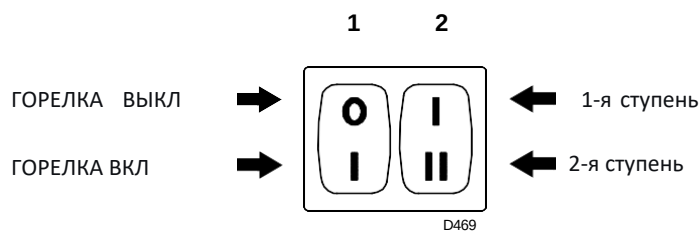
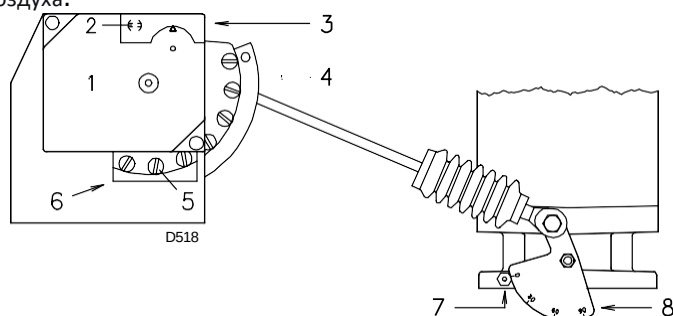

Рис. 25
Рис. 26
- > переключатель 1) (Рис. 25) в положение «ГОРЕЛКА ВКЛ»;
- > переключатель 2) (Рис. 25) в положение «1-я СТУПЕНЬ».
В приведенном выше описании мы оставили горелку работающей в режиме 1-й ступени. Теперь переключите переключатель 2) (Рис. 25 на стр. 24) в положение 2-й ступени: сервопривод откроет воздушную заслонку и, одновременно, газовый дроссельный клапан на 90°.
Постепенно настраивайте конечный профиль кулачка 3) (Рис. 26), вращая винты 5). Вращайте винты по часовой стрелке, чтобы увеличить подачу воздуха. Вращайте винты против часовой стрелки, чтобы уменьшить подачу воздуха.
Переведите переключатель 2) (Рис. 25 на стр. 24) в положение «1st STAGE» (1-я СТУПЕНЬ): сервопривод 1) (Рис. 26) закроет воздушную заслонку и одновременно закроет газовый дроссельный клапан до 15°, т.е. до заводской настройки.
- Если его необходимо увеличить, переключитесь на 2-ю ступень с помощью переключателя 2) (Рис. 25 на стр. 24) и слегка увеличивайте угол оранжевого рычага небольшими, плавными движениями, т.е. измените его с угла 15° до 17° – 19°...
Постепенно настраивайте начальный профиль кулачка 3) (Рис. 26), вращая винты 4). Если возможно, не поворачивайте первый винт, так как он используется для установки воздушной заслонки в полностью закрытое положение.
Выключите горелку с помощью переключателя 1) (Рис. 25 на стр. 24) и поверните промежуточные винты кулачка так, чтобы наклон кулачка был прогрессивным (плавным).